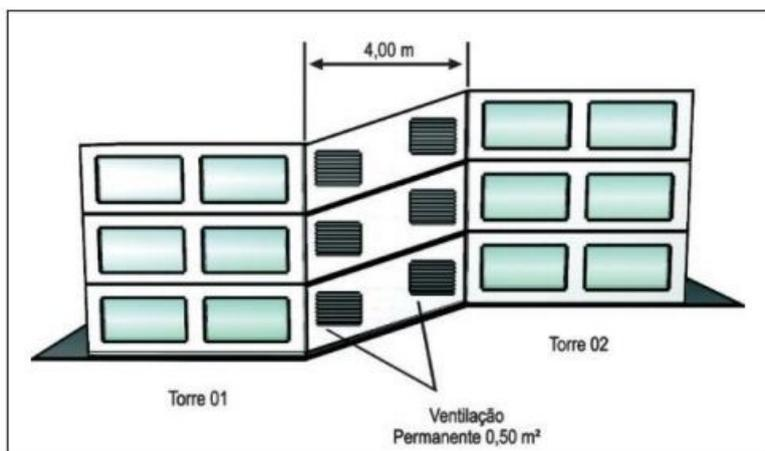

Figura 1 – Blocos residenciais isolados com escada de uso comum.
- Para edificações com área até 750 m2 e altura < 12 m, verificar se o afastamento tem pelo menos 4 m entre os blocos, desconsiderando-se as sacadas permanentemente abertas. Admite-se que entre os blocos exista escada de uso comum dos dois blocos devendo atender, nestes casos, o exigido nos incisos I e II. Ver figura 1.